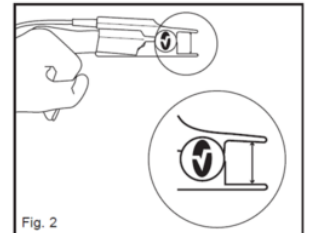

Fig. 2
- (2) Fig. 2를 참조하여 센서의 힌지탭을 열 때에는 손가락 길이를 따라 센서 잡는 압력을 고르게 분포시켜야 한다. 센서 부착이 올바른지 검사하기 위해 센서 위치를 확인한다. 감지창이 완전히 덮여야 정확한 데이터를 얻을 수 있다.